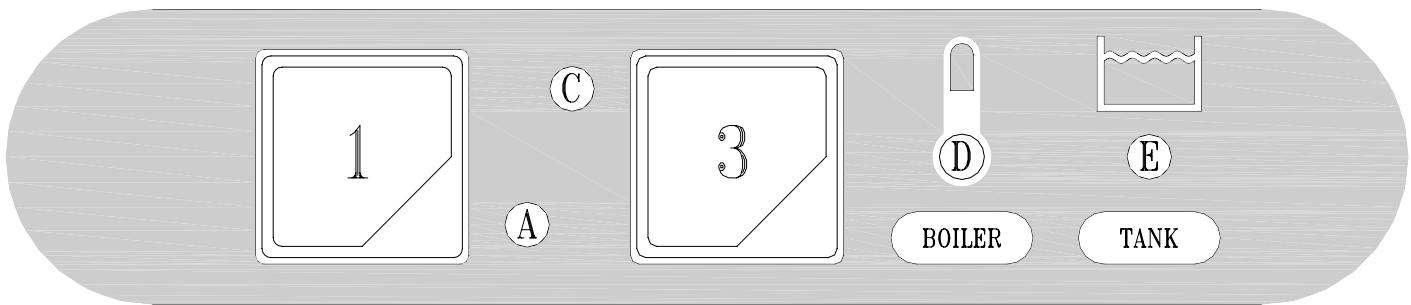

Fig. 3-2
- Después del llenado, abra la puerta (I) y vierta el detergente (2 gramos aproximadamente por litro de capacidad de la cuba). Introduzca el cesto (L) carga y cierre la puerta (I). Pulse ahora START (3) (almenos durante 2 segundos) para arrancar el ciclo de trabajo: se enciende la luz testigo (C), que se apagará al final del ciclo. Para apagar la máquina desconecte el interruptor (1): posición 0, luz testigo (A) apagada (fig.3-2÷3-3).